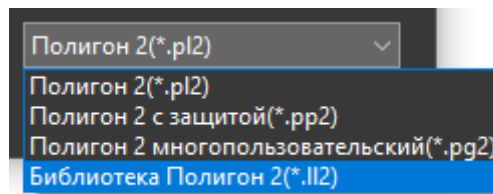

Рисунок 3.2 – Выбор типа файла *.ll2
4. Выбрать тип файла **Библиотека Полигон 2 (*.I12)** (см. рисунок 3.2) и нажать **Создать**.